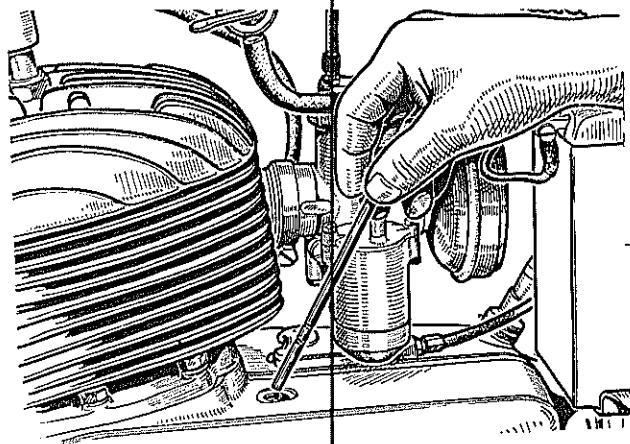

Fig. 5
- b) Oliestand in de versnellingsbak nagaan met behulp van de peilstok. (Fig. 5.)